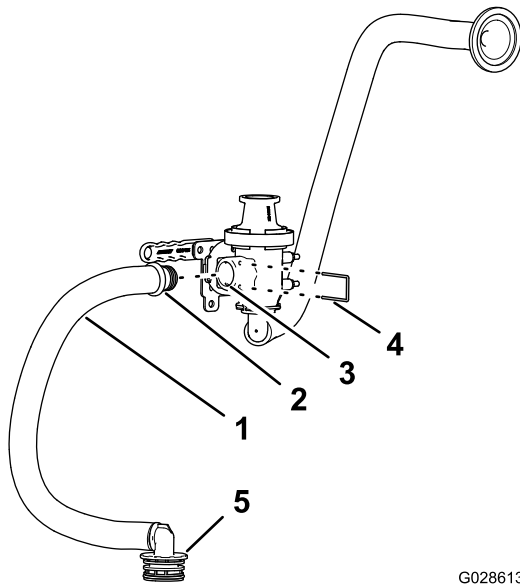

Figura 19
- Instale el acoplamiento recto de la manguera de desvío del eyector en el puerto lateral de la válvula del eyector (Figura 19).
- Sujete el acoplamiento recto a la válvula con la horquilla de retención (Figura 19).